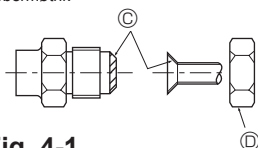

Fig. 4-1
Ⓐ (Fig. 4-1)
Ⓑ (Fig. 4-1)
4.2. Forbindelsesrør (Fig. 4-1)